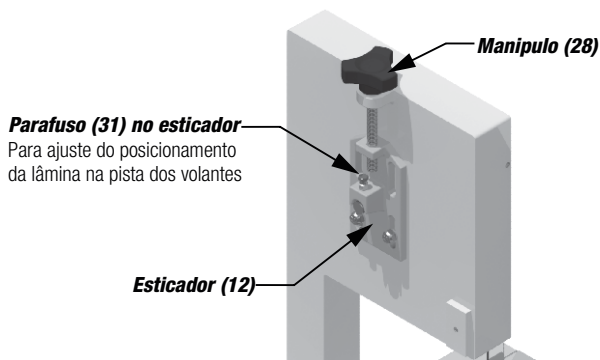

Figura 5
Após executar o procedimento acima, gire manualmente no sentido anti-horário, com cuidado, os volantes (47 e 48) e verifique a posição da lâmina (21) na pista dos volantes. Caso a lâmina esteja saindo da pista do volante proceda com o aperto do parafuso (31) localizado no esticador (12), conforme **figura 5**.